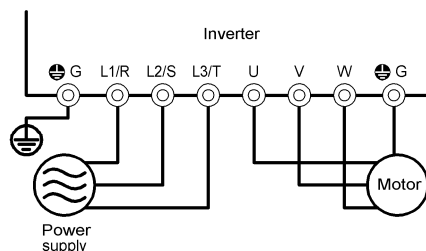

Figura 5.1 Conexión de los terminales del circuito de Potencia
- (1) Compruebe que el cableado del variador es correcto.
Especialmente en el caso de los terminales de entrada L1/R, L2/S y L3/T y los terminales de salida U, V y W. Compruebe también que los cables a tierra estén correctamente conectados a los terminales de tierra (G). Véase Figura 5.1.